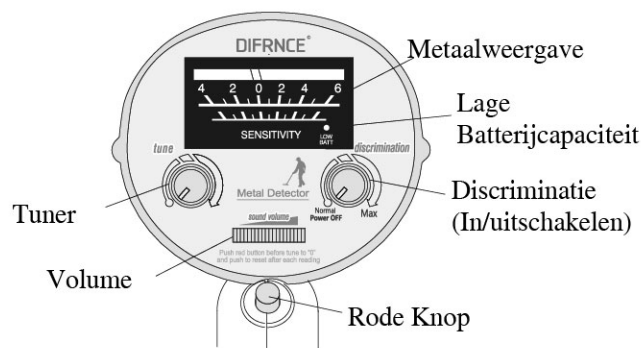

Figuur.6
- Plaats zes stuks AA batterijen in de batterijhouder volgens de polariteitsymbooltjes gemarkeerd binnenin de houder (Figuur.6).